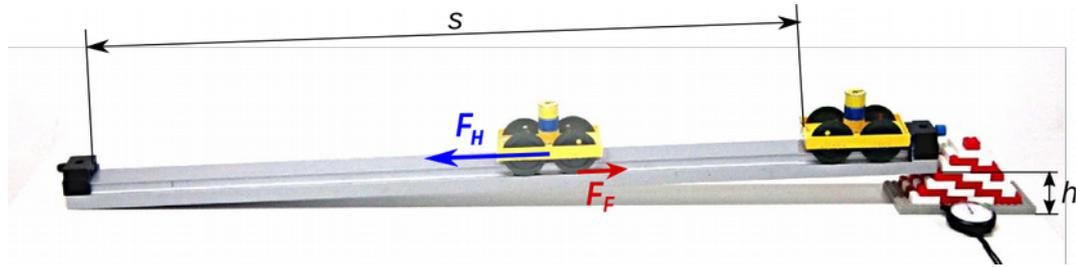

Fig. 60: Beschleunigung entlang der schiefen Ebene
Das Bild 60 zeigt einen einfachen Versuch. Ein Versuchswagen mit einer Masse von 207 g (7) beschleunigt entlang der schiefen Ebene. Die Länge beträgt  $s = 82,5 \text{ cm}$ . Für verschiedene Höhenunterschiede  $h$  wird die Zeit gemessen, die nötig ist, um die Strecke  $s$  zurückzulegen. Aus den Messwerten lassen sich die Kraft, die den Wagen hangabwärts zieht und die Beschleunigung  $a$  berechnen. Es gilt:
Ein Versuchswagen mit einer Masse von 207 g beschleunigt auf einer 82,5 cm langen schiefen Ebene mit einem Höhenunterschied von 4,8 cm (siehe Fig. 60 auf S. 22). Die Reibungskraft beträgt 20 mN.